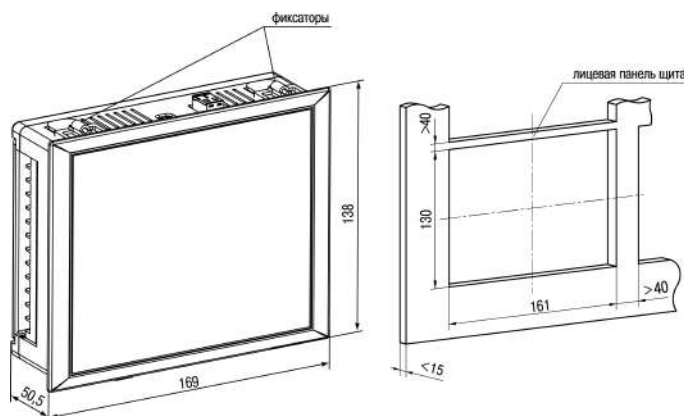

Рисунок 4.5 – Габаритные размеры корпуса Щ7
1. Подготовить на щите управления место для установки прибора (см. рисунок 4.5).